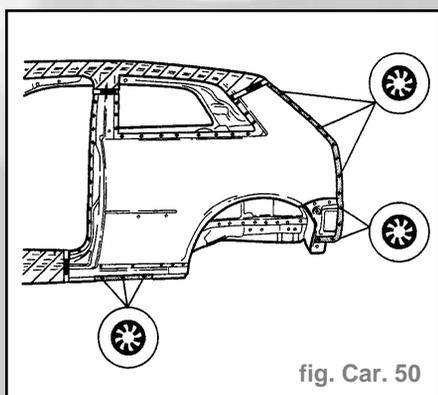

fig. Car. 50
- Dans la zone de pavillon, des feux AR et du seuil, soudeure par bouchonnage sous gaz de protection (fig. Car. 50).